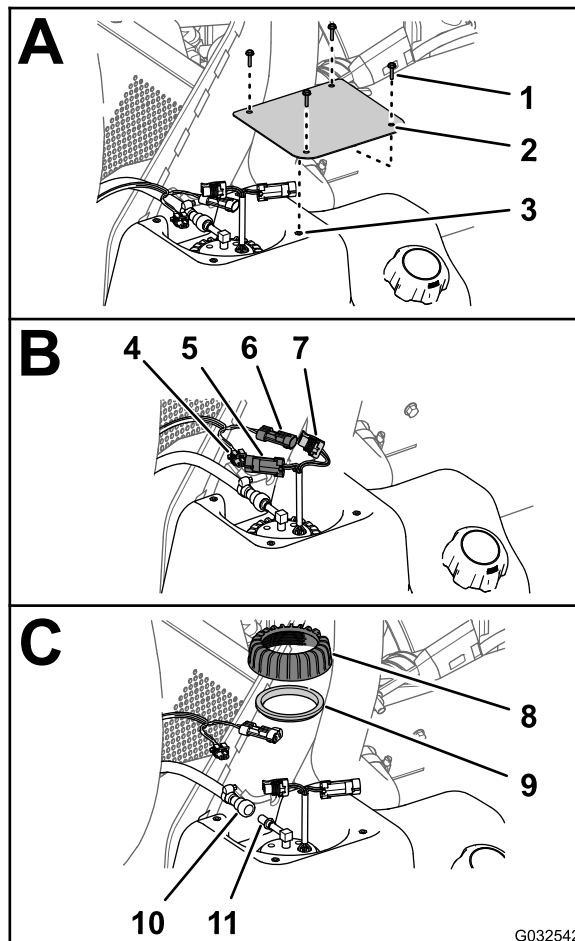

Figure 79
2. Sur le réservoir de carburant, retirez les 4 vis (n° 10 x 3/4 po) qui fixent le couvercle au sommet du réservoir et déposez le couvercle (Figure 79).
carburant/transmetteur; débranchez le connecteur à 2 broches du faisceau de la machine du connecteur à 2 broches de la pompe à carburant/transmetteur (Figure 79).
- Éloignez le manchon de verrouillage du raccord du flexible de carburant du raccord de la pompe à carburant/transmetteur, et débranchez le raccord du flexible du raccord de la pompe (Figure 79).
- Tournez l'écrou de la pompe à carburant/transmetteur dans le sens antihoraire et déposez l'écrou et le joint (Figure 79).